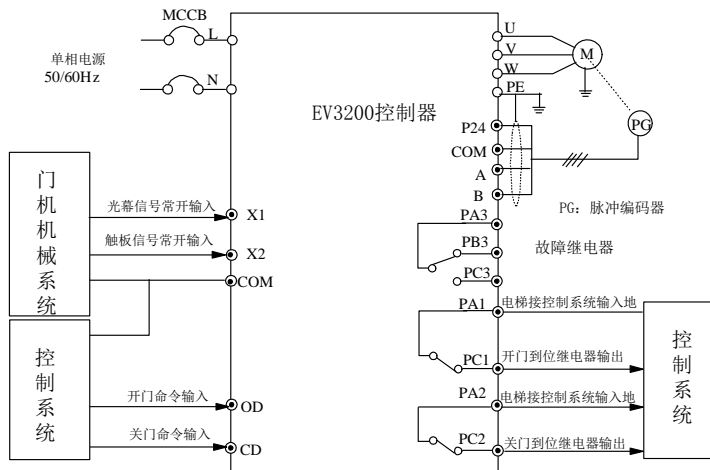
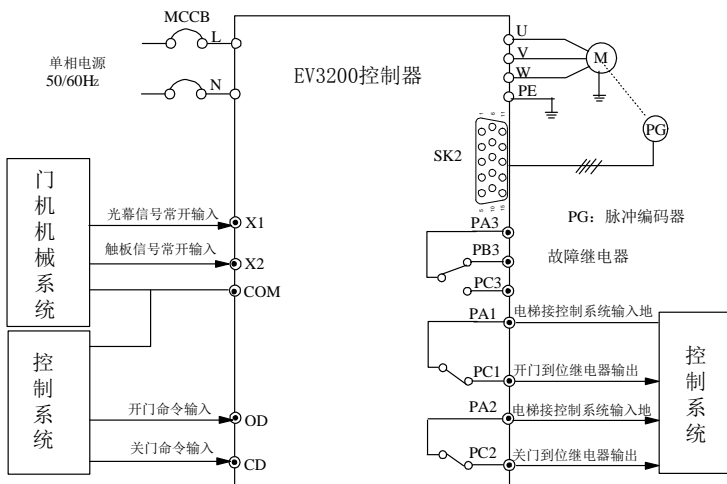

图7-3 距离控制 1 系统接线图（异步机）
图7-4 距离控制 1 系统接线图（同步机、UVW 增量式编码器）
距离控制 1 需在电机轴上安装脉冲编码器。距离控制根据实际行走的编码器脉冲计数来进行速度的切换及开关门到位的判断。距离控制的系统接线如图 7-3、图 7-4 所示。
- 1) 按照图 7-3 或图 7-4 接线（脉冲编码器接线请参照 3.4 同步电机编码器端子和 3.5 控制器的配线图）。
距离控制 2 方式下，系统配置参见图 7-3，编码器可以不与电机同轴连接。